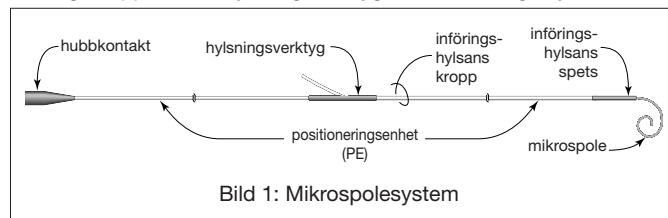

Bild 1: Mikrospolesystem
- Såsom visas i bild 1 består mikrospolesystemet av en embolisk mikrospole fäst vid en ledare till en positioneringsenhet (PE). Det täcks av ett system med införingshylsa. Formen på mikrospolen kan vara komplex eller spiralformad. PE-ledaren är ett skjutsystem med varierbar styvhet och har ett röntgentätt markörband tre (3) cm från sin distala ände. Införingshylsans system har tre huvudkomponenter: en införarspets, en genomskinlig införingskropp och ett hylsningsverktyg för återinföring i hylsan.